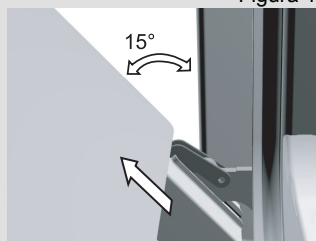

Figura 2
- Abrir completamente a porta do forno e fazer rodar os loquetes para a frente (figura 1). Depois fechar lentamente a porta até os loquetes ficarem em apoio contra os suportes. Quando a porta formar um ângulo de 15° em relação à sua posição fechada, levantá-la ligeiramente e desencaixá-la dos suportes das charneiras (figura 2).